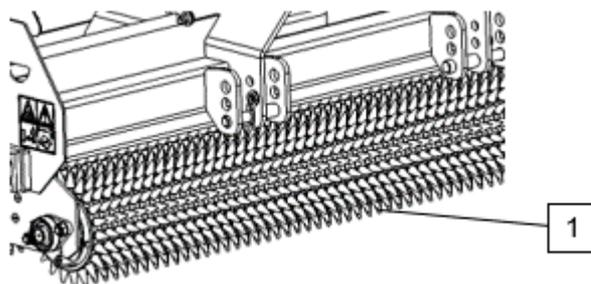

Fig.5-2
- Vérifiez que les éléments semeurs (1) ne sont pas endommagés et réparez-les si nécessaire. (Fig.5-2)